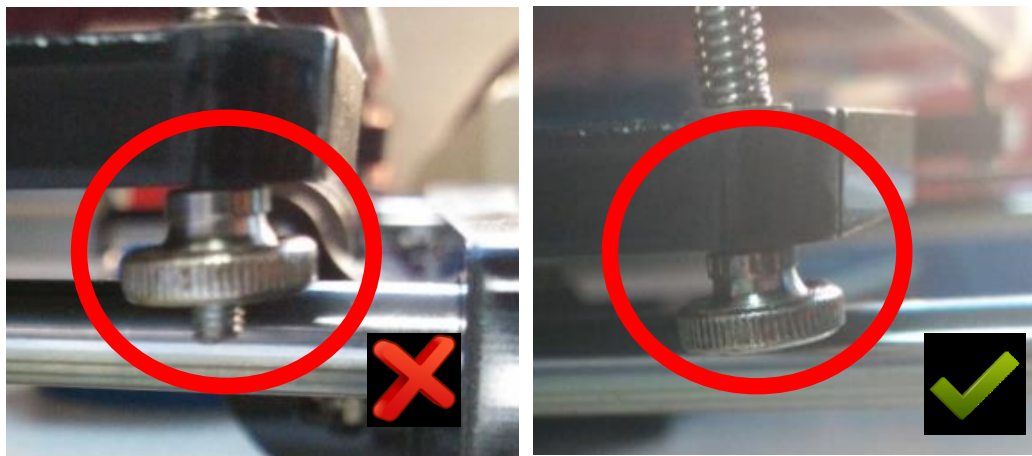

Рис. 3
- Отрегулируйте регулировочные гайки нагревательной платформы (Рис. 3)